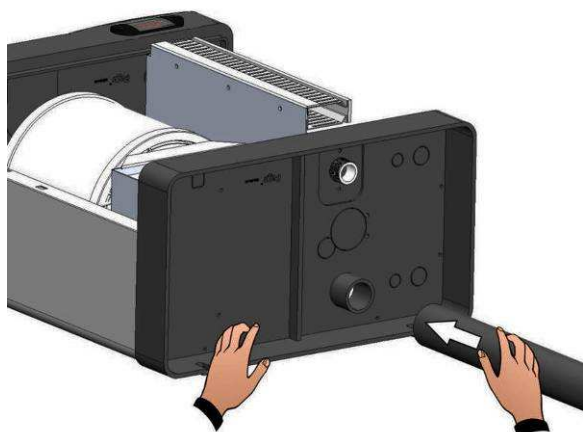

Fig. 9
6. Connecter le tube d'évacuation d'eau au manchon de 40mm de diamètre, en le fixant avec la bande de serrage fournie (figures 9 et 10).